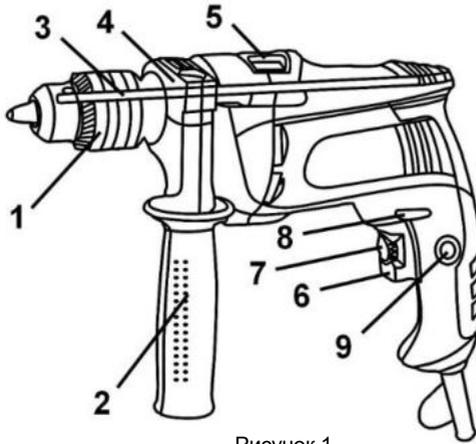

Рисунок 1
Виріб має два режими свердління: ударно-обертальний і обертальний. Перемикання режимів роботи виробу здійснюється переведенням перемикача (5) (див. рис.1) У крайні позиції до
4.2 Виберіть необхідний режим роботи виробу за допомогою перемикача (5) (див. рисунок 1). Перемикач режимів роботи виробу здійснюється переведенням перемикача (5) (див. рис. 1) з одного крайнього положення в інше в бік відповідного символу режиму роботи:
- ударно-обертальний режим - перемикач (5) повинен бути переведеним до упору у бік символу **T**;
- обертальний режим - перемикач (5) повинен бути переведеним до упору у бік символу **2**.